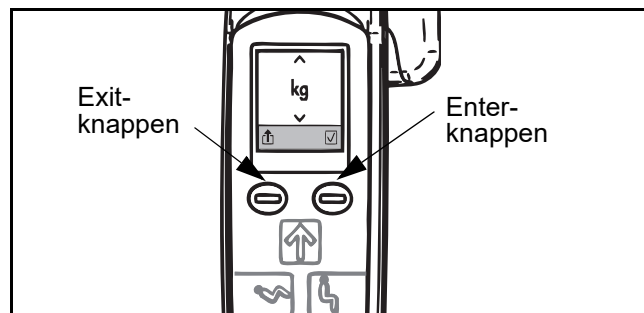

Fig. 72
- 3) Tryck på Enter för att läsa av måttenheterna. Måttenheterna "kg" eller "lb" ersätter vågsymbolen mitt på skärmen (se Fig. 72).